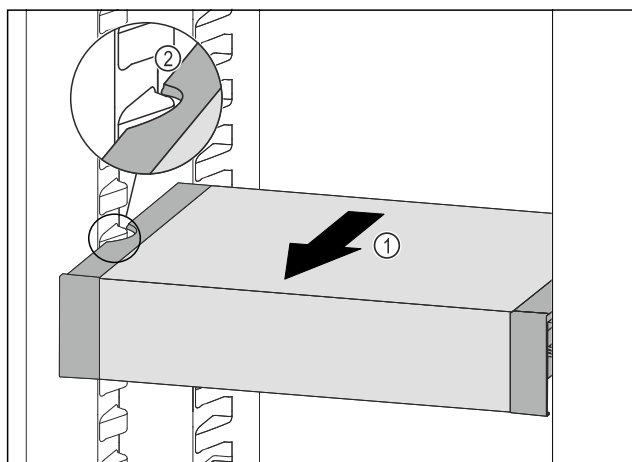

Fig. 214
- Ladicu VarioSafe vucite prema naprijed Fig. 214 (1) sve dok se bočni otvori ladice VarioSafe ne nađu na visini žlijeba spremnika u hladnjaku. Fig. 214 (2)